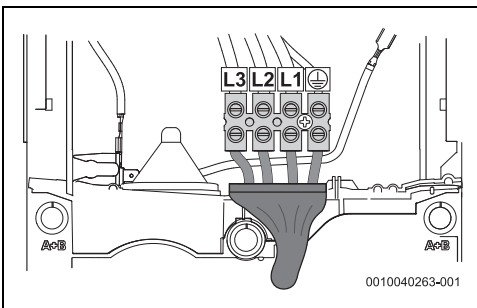

Fig. 103 Raccordement inférieur pour câble court
- Raccordement inférieur pour câble court (fig. 103)